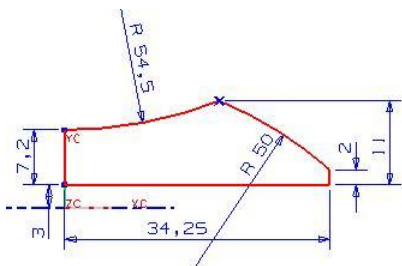

图5-74
2. 在【成形特征】工具条中单击【草图】按钮，弹出【基准平面】悬浮工具条，然后依次单击【ZC-XC】和【确定】按钮进入二维草图界面，绘制图 5-74 所示的草图轮廓。